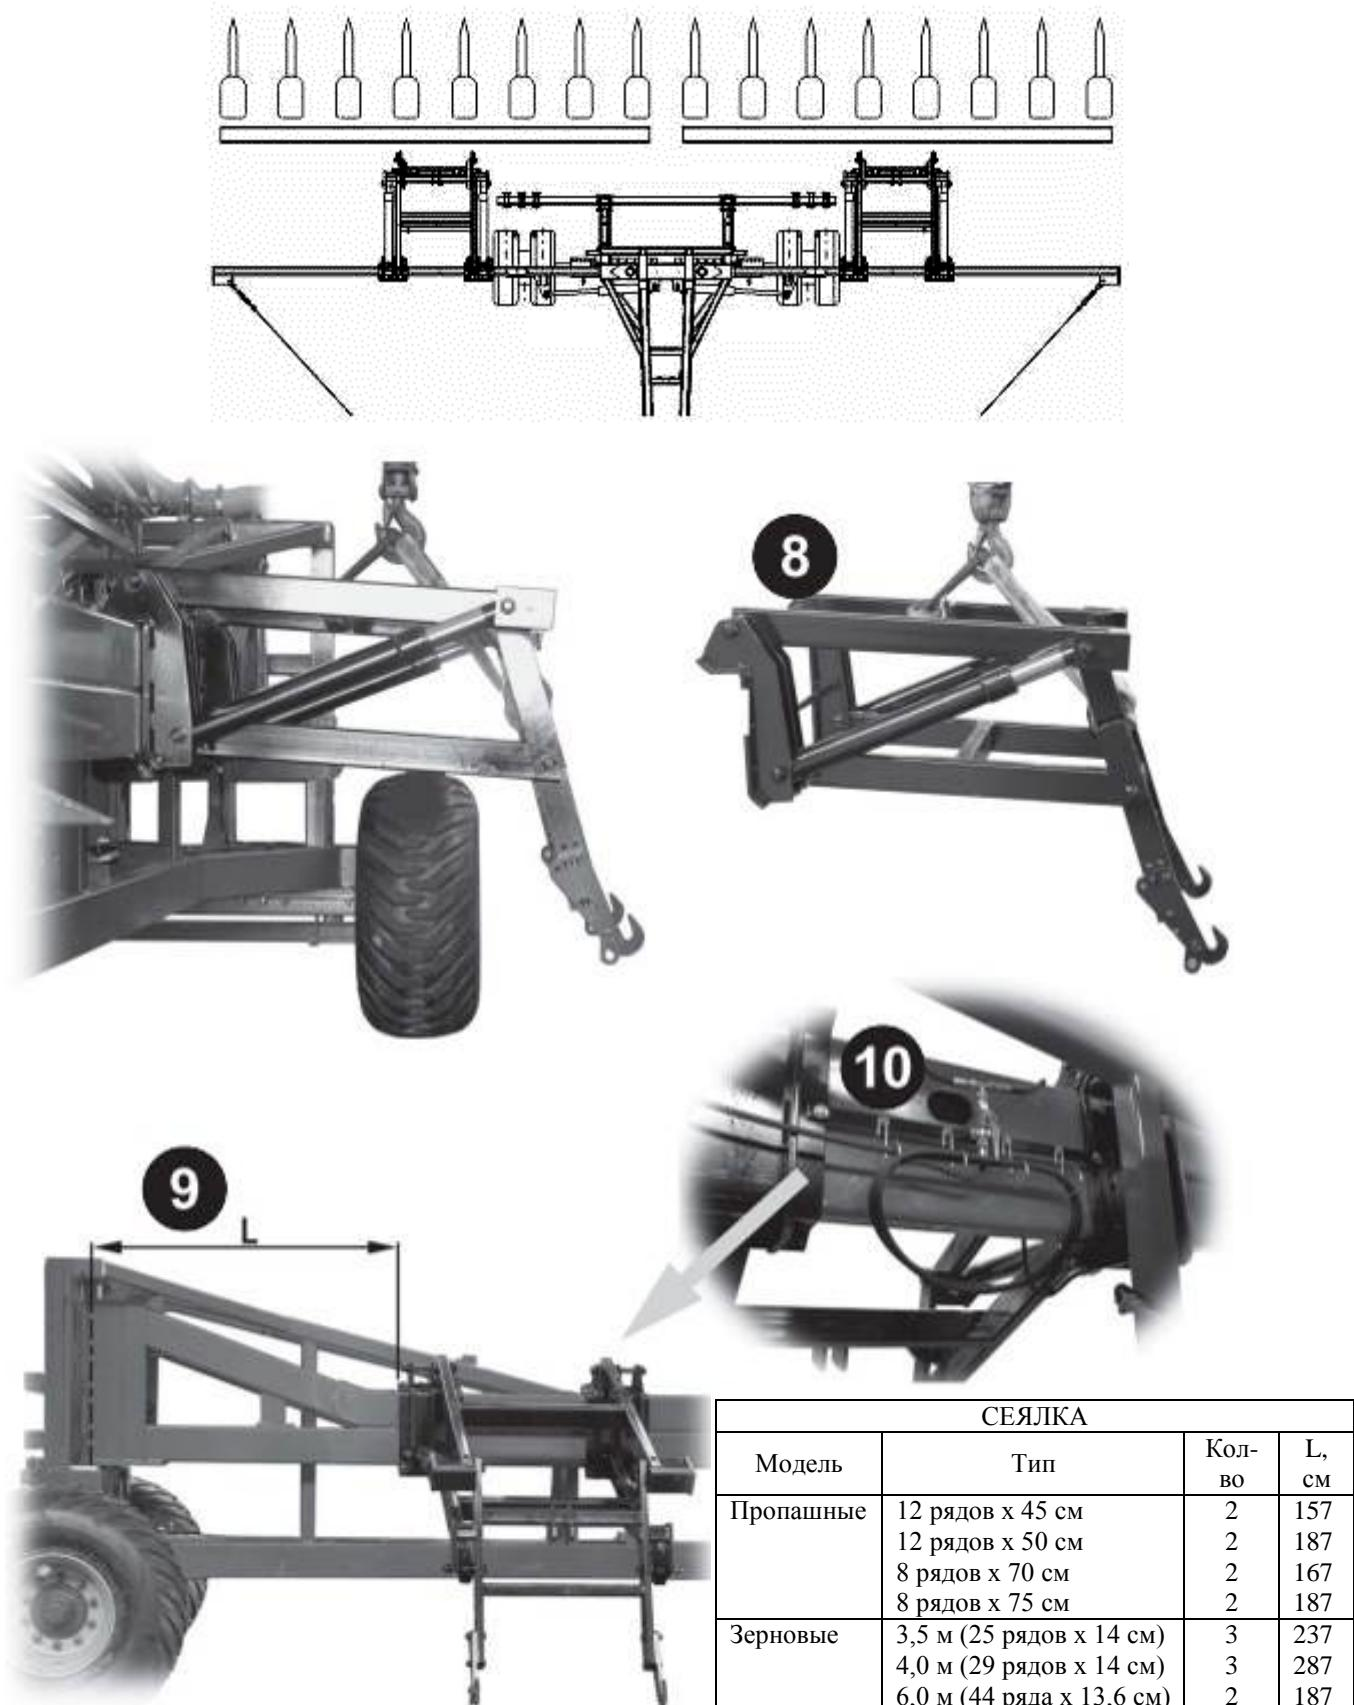

Рисунок 7.
- Смонтировать устройства сцепления сеялок на боковые крылья сцепки (рис. 7), разложив при этом боковые секции.